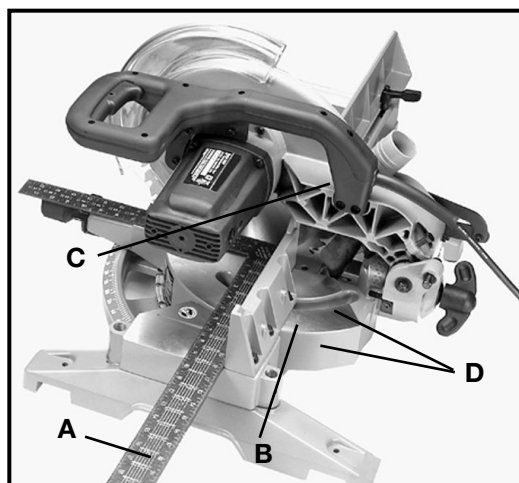

Fig. 15
3. En utilisant une équerre (A), placez l'un des côtés de celle-ci contre le guide (B) et l'autre contre la lame (C), cette dernière étant verrouillée en position basse. Vérifiez que le guide est bien à 90 degrés par rapport à la lame.
4. Si un réglage est nécessaire, le guide (B) fig. 15 peut être ajusté en desserrant les quatre vis, dont deux sont indiquées par (D), qui fixent le guide à la base. Utilisez la clé fournie. Réglez le guide (B) et serrez les quatre vis (D).